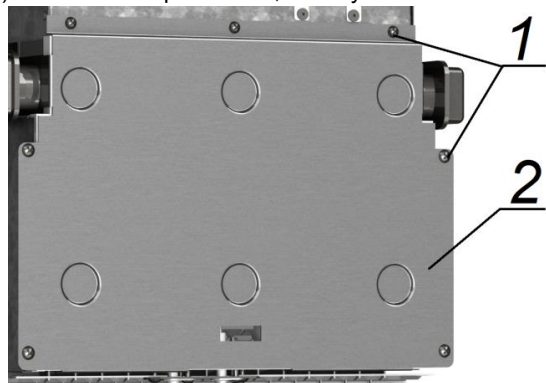

Рис. 15. Демонтаж передней стенки
- 8) снять с котла переднюю стенку 2 вместе с теплоизоляцией, предварительно отвернув семь саморезов 1 (см. Рис. 15);
- 4) снять с котла переднюю стенку вместе с теплоизоляцией (см. Рис. 15);